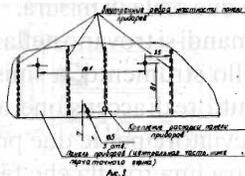

Рис. 5
5.8.3. Установить кронштейн с кассетой, как показано на рис. 5, используя метки из комплекта.